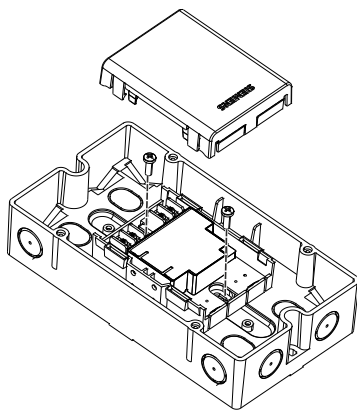

Fig. 3
- Instalação fora de um gabinete ou da central: utilizar a caixa FDCH221 (Fig. 3).
3. Utilize dois parafusos (M4) para fixar a caixa em uma superfície plana (Fig. 3). Distância entre furos:  $182.0 \pm 1.0$ mm.
2. Fixe o módulo com dois parafusos na caixa (Fig. 3).